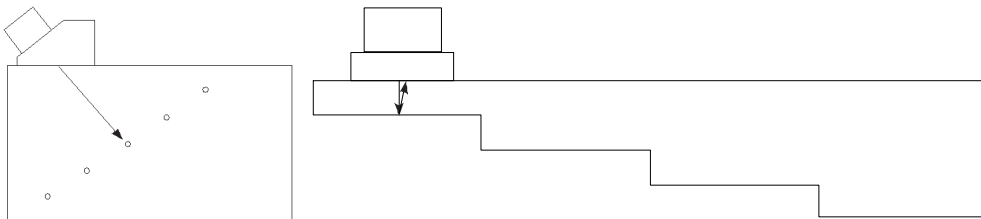

Рис. 5-20 Калибровочные образцы для калибровки кривой ВРЧ
1. Установите преобразователь на калибровочный образец, как показано на Рис. 5-20 на стр. 158.